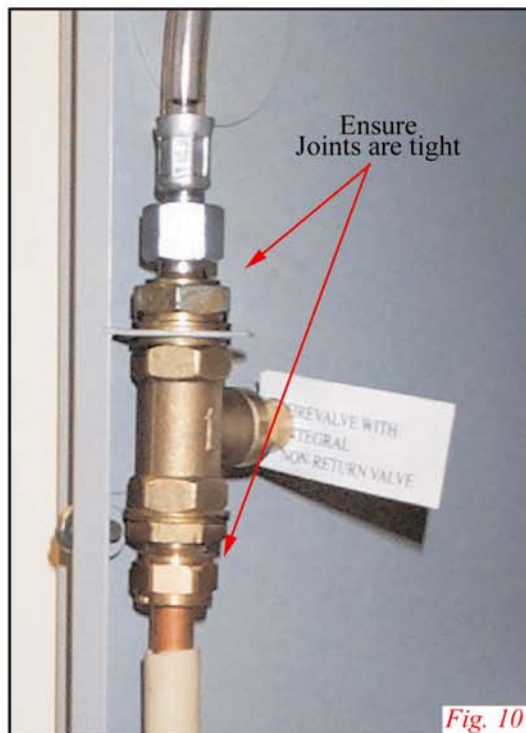

Fig. 10
9. CONNECT THE FUEL LINE (Fig. 10)